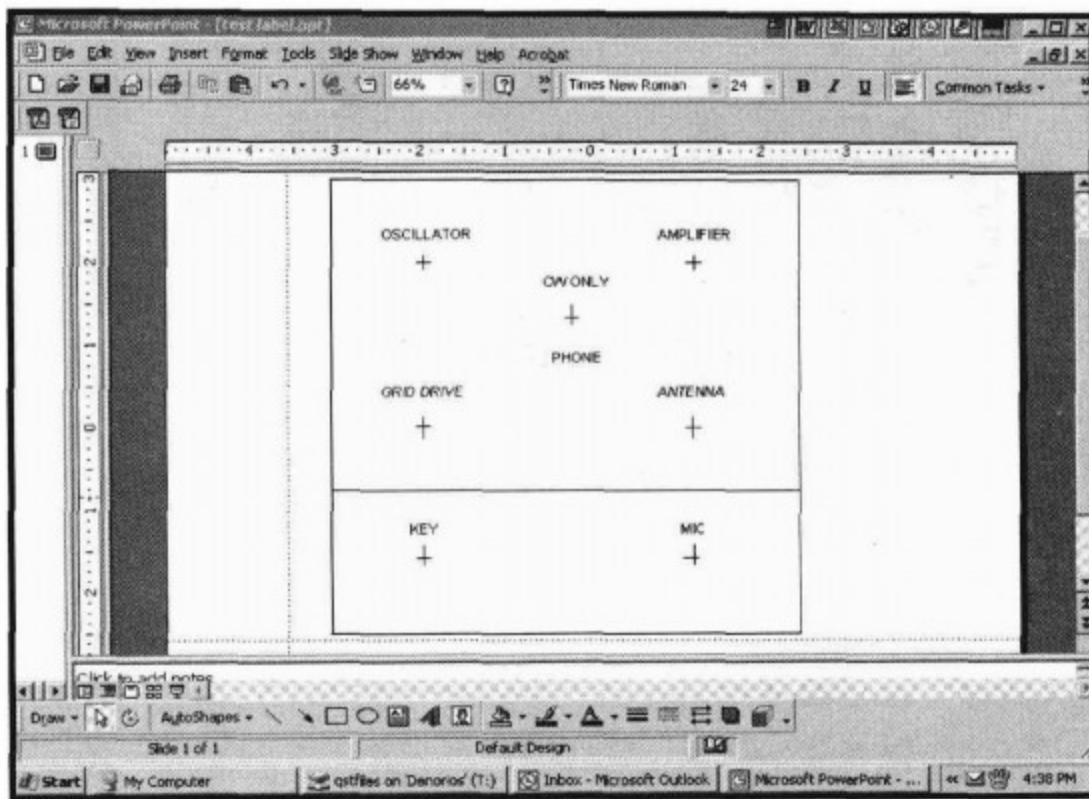

图 1-28 面板标签屏幕截图。可以看到需要开孔的位置。
4. 把打印好的标签按照面板剪裁好，看看是否与面板上的固定孔位置一致，如果有误差，就修改，直至满意。图 1-28 是绘制的一个面板截图。